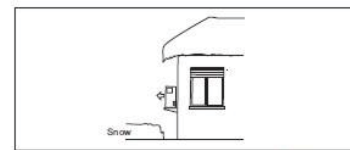

Fig.2
11. Si la unidad está instalada en áreas donde hay fuertes nevadas, es necesario elevar su nivel al menos 200 mm por encima del nivel usual de nieve o bien utilizar el kit de soporte de unidad externa (fig. 2).